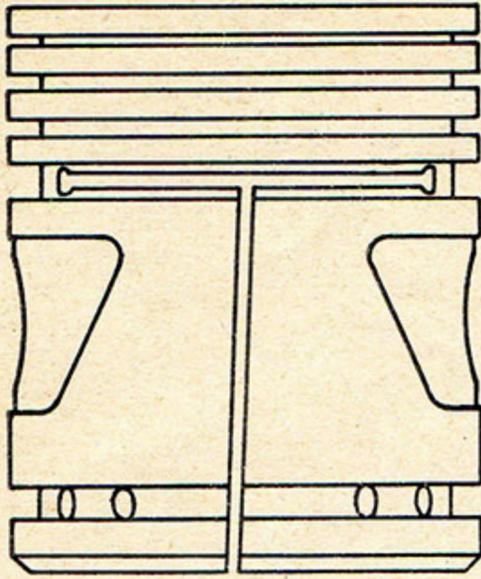

FIG. 7
a) Par détournage lisse, venu de fonderie et se caractérisant par une zone nettement en retrait par rapport à la jupe; ce détournage forme en même temps réserve d'huile; toutefois ceci n'est pas son but essentiel (fig. 7).